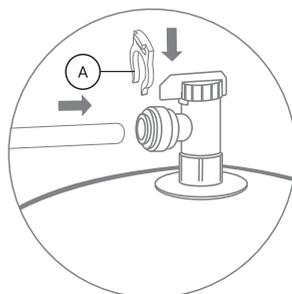

Рис. 28
4. Подключите свободный конец синей трубки 1/4", идущей от фитинга-тройника угольного постфильтра к вентилю накопительного бака: вставьте пластиковую трубку в вентиль до упора (рис. 28), для герметизации соединения приложите дополнительное усилие, при этом трубка утопится еще примерно на 3 мм и будет плотно обжата резиновым кольцом фитинга. Установите стопорную клипсу (А) из комплекта поставки.